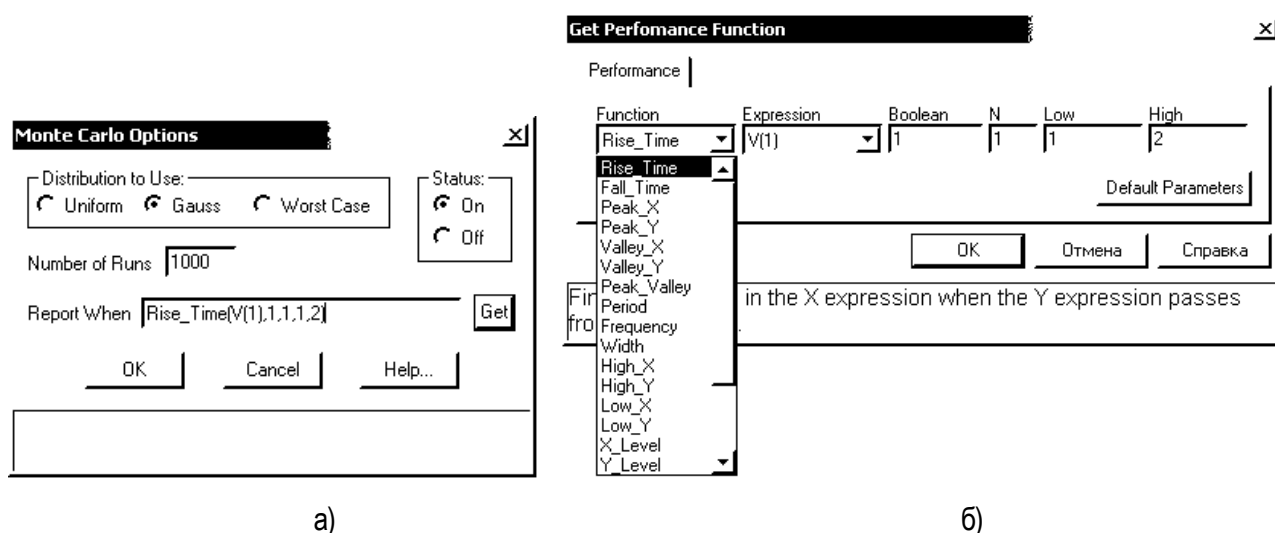
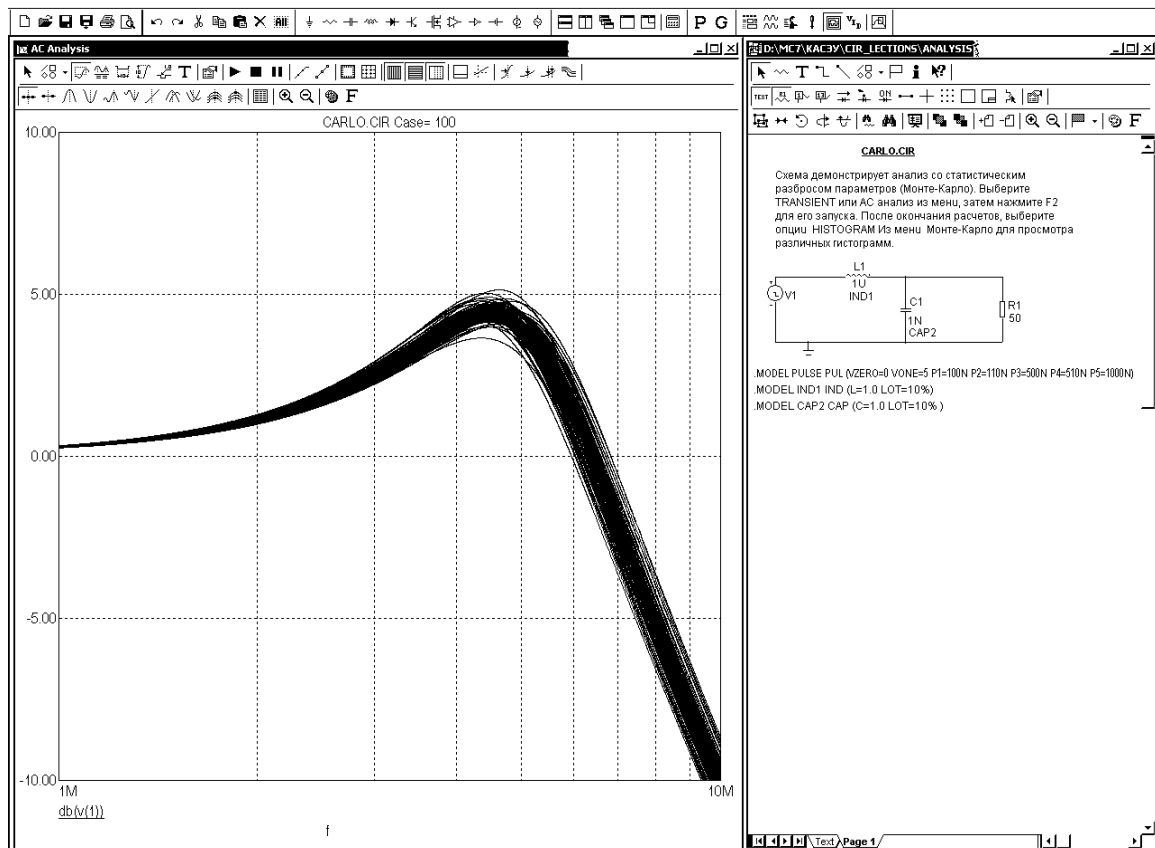

Рис. 4.21. Диалоговое окно Monte Carlo Options (а) и окно задания функций (б)
Рис. 4.23. Семейство реализаций переходного процесса при случайных независимых разбросах индуктивности и емкости
**Options** — установка параметров метода Монте-Карло (см. рис. 4.21);
В диалоговом окне Monte Carlo Options (рис. 4.21, а), открываемом по команде Monte Carlo/Options, указывается количество статистических испытаний Number of Runs (не более 30000) и характер закона распределения случайных параметров, заданных значением LOT параметра модели: Uniform равномерное распределение, Gauss — гауссово, Worst Case — наихудший случай. Напомним, что в окне Global Settings задается отношение разброса случайных параметров к среднеквадратическому отклонению SD.
На строке **Report When** указывается условие, при выполнении которого выводится предупреждающее сообщение в тестовый файл результатов моделирования, имеющий расширение имени \*.OUT. Имя указываемой на этой строке функции может быть выбрано в списке доступных функций (рис. 4.21, б), открываемом нажатием на клавишу **Function**. Перед выполнением расчетов по методу Монте-Карло следует поставить переключатель Status в положение On. Выделение параметров, имеющих случайный разброс, выполняется с помощью ключевых слов LOT и/или DEV, как показано на изображенной на рис. 4.23 схеме.
Допустим, что в режимах Transient, AC или DC анализируется некоторая функция цепи  $y=f(x)$ , где  $x$  — независимая переменная (время, частота, входное постоянное напряжение или ток),  $y$  — зависимая переменная (узловой потенциал, входное сопротивление и т. п.). Для каждой реализации процесса  $y(x)$  рассчитывается глобальная характеристика  $F$  (the collaction function), например максимальное значение реализации  $F=\max\{y(x)\}$  (вводится HIGH\_Y). Название характеристики  $F$  вводится, на строке Report When (см. рис. 4.21, а) или выбирается из окна Functions (рис. 4.21, б), открываемого нажатием на клавишу GET (см. рис. 4.21, а).
После установки параметров начинают моделирование выбором пункта Run в меню моделирования выбранного типа или нажатием F2. Реализации характеристик цепи  $y(x)$  выводятся на экран дисплея в виде семейства графиков, как в качестве примера показано на рис. 4.23 при расчете частотных характеристик резонансного контура.